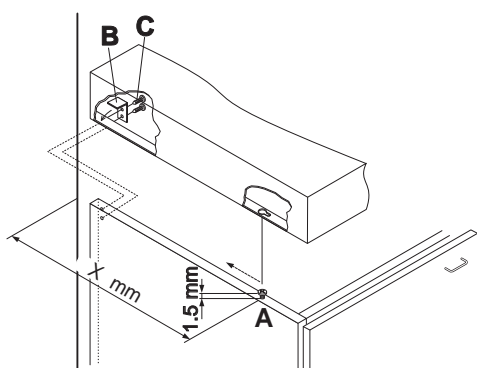

Fig. 4
**Per il fissaggio dei piani eseguire le seguenti operazioni (fig. 4):**